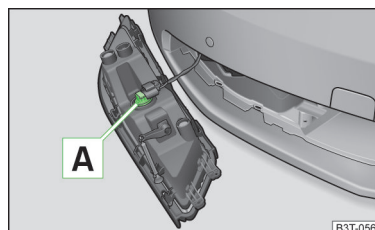

Fig. 207
- Gire el portalámparas **A** » fig. 207 hasta la tope en el **sentido contrario** al de las agujas del reloj y retírelo.